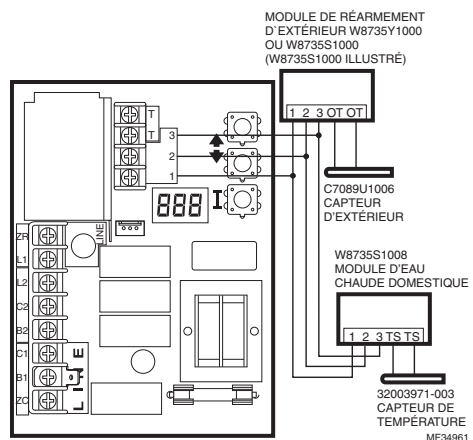

Fig. 6. Raccordement du module de réarmement d'extérieur et du module d'eau chaude domestique.
4. Brancher le capteur dans la carte de circuit imprimé en appuyant le connecteur du capteur sur le connecteur homologue de la carte de circuit imprimé (consulter la Fig. 6).